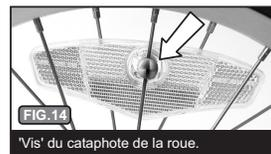

FIG. 14 'Vis' du cataphote de la roue.
**5. CATAPHOTES DE ROUES:** La remorque est fournie avec deux cataphotes de rayons qui sont à installer sur les rayons de la roue de la remorque. A) Les cataphotes devront être montés à 90 degrés de la tige de valve, Fig. 13. Les cataphotes devront être installés en les entrecroisant sur les rayons. Les cataphotes s'attachent au rayon grâce à la 'vis' dentée blanche de fixation, Fig. 14. Retirez la vis de fixation du cataphote. Mettez le cataphote en position entre les rayons de la roue et centrez-le sur un rayon à approximativement 90 degrés de la tige de valve. B) Installez la vis, Fig. 14, sur le rayon et dans le trou prévu à cet effet dans le cataphote. A l'aide d'un tournevis, tournez la vis à 90 degrés dans le sens des aiguilles d'une montre afin de bloquer la position du cataphote. Répétez les étapes ci-avant pour le deuxième cataphote qui devra être installé en position opposée au premier cataphote. Cette configuration de cataphote permettra de garder la roue en position de bon équilibre et libre de toute vibration.